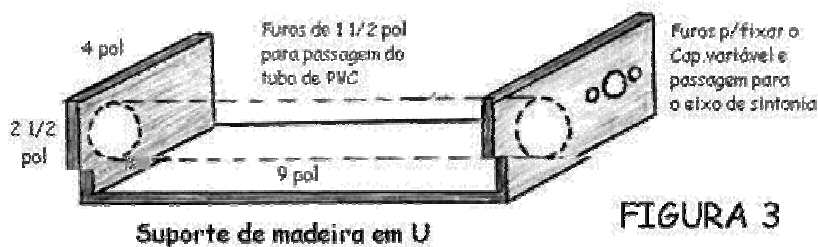

FIGURA 3
4. Faça a montagem do suporte de madeira, e faça os furos para alojar a bobina e o variável (ver figura 3).